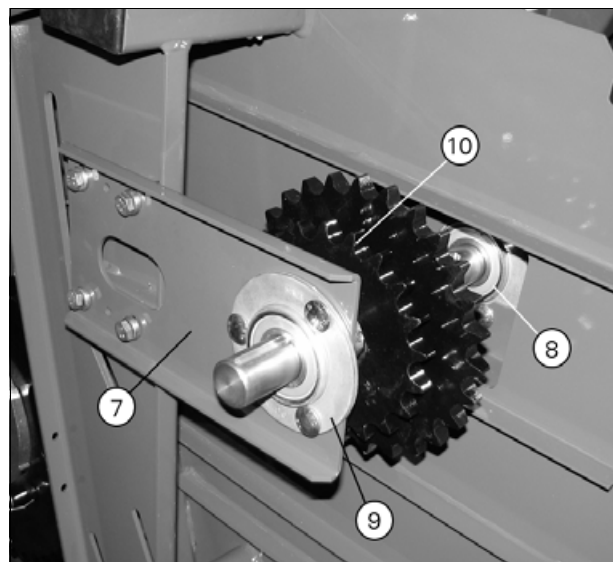

Рис. 3.
ПРИМЕЧАНИЕ: Валы можно снять без отсоединения кронштейнов (7) (рис. 3) и (11), однако снятие подшипников и звездочек удобнее выполнять, зажав вал в тисках.